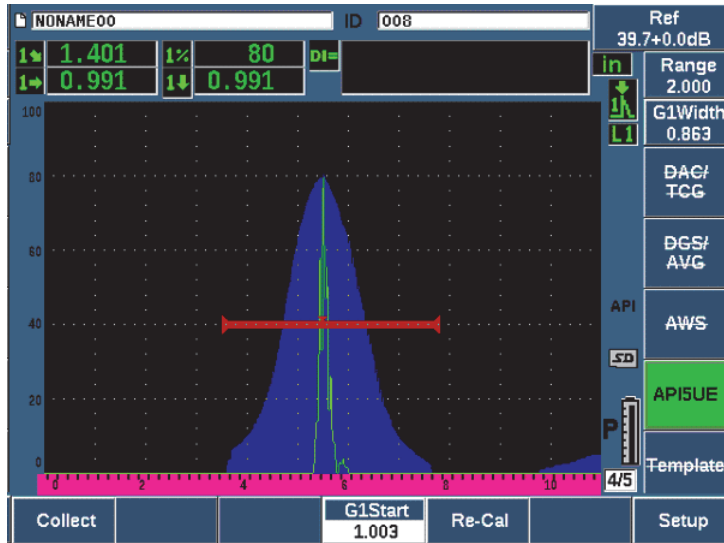

Figura 11-23 Datos de calibración en el modo de adquisición
La letra **P** aparece a la derecha de la pantalla A-scan (vea la Figura 11-23 en la página 299).
5. Pulse el parámetro **Collect** (tecla P1) reunir los datos  $A_{max}$ ,  $T_1$  y  $T_2$  a partir de la envolvente (vea la Figura 11-23 en la página 299).